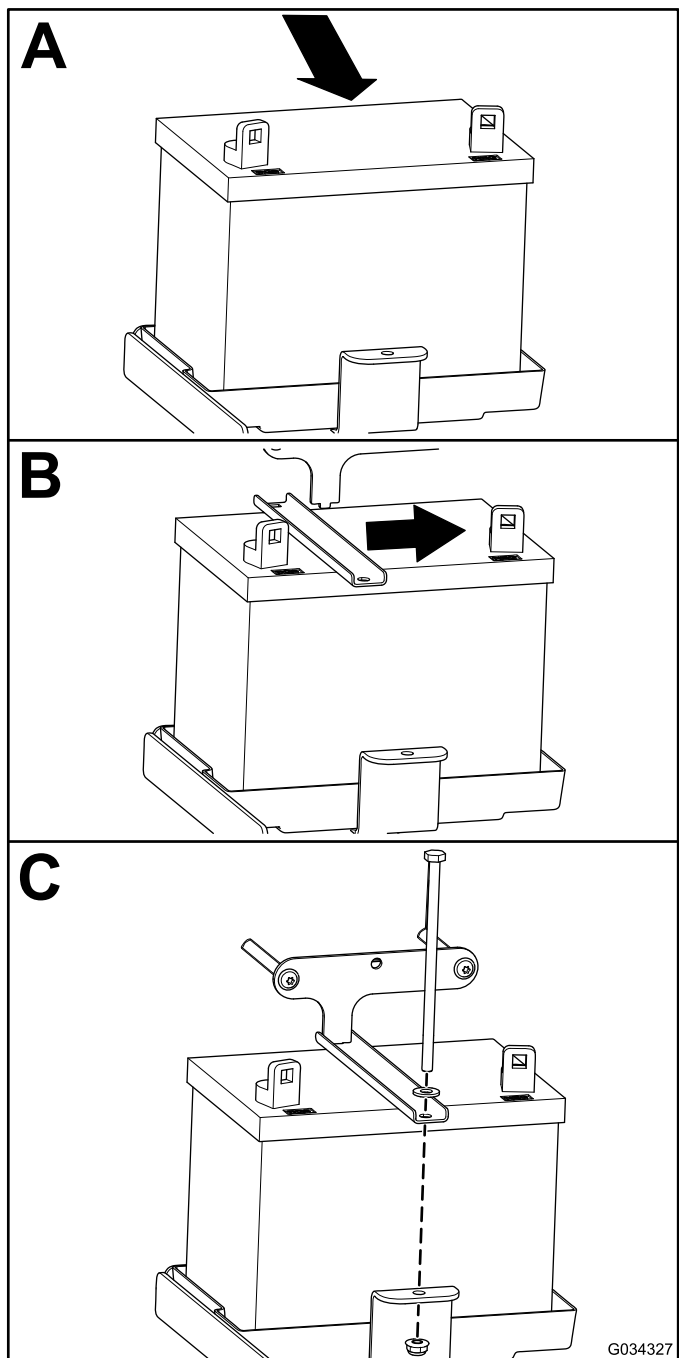

Figure 47
1. Reposez la batterie comme montré à la Figure 47.